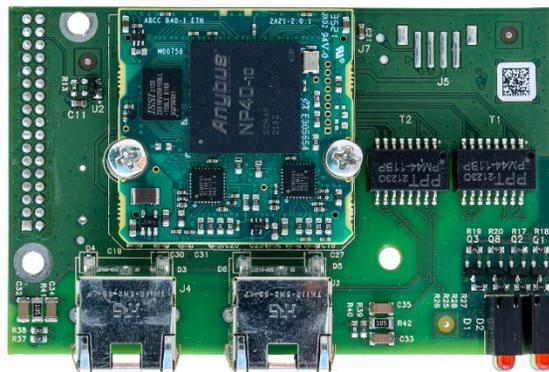

Figura 3-24: Tarjeta opcional PROFINET
- Tenga en cuenta que la placa opcional PROFINET es compatible solo con el IND500x y solo con los modelos ACM500 con CPLD versión B, versión de firmware 1.08 o superior. ACM500 con números de serie C228412909 y superior usa CPLD versión B y utilizará la versión de firmware 1.08 o superior. Los ACM500 con números de serie inferiores a C228412909 utilizan la versión A de CPLD y son compatibles con el firmware hasta la versión 1.04 y no son compatibles con la placa opcional PROFINET. La Figura 3-24 muestra la tarjeta opcional PROFINET.
La Figura 3-24 muestra la tarjeta opcional PROFINET.